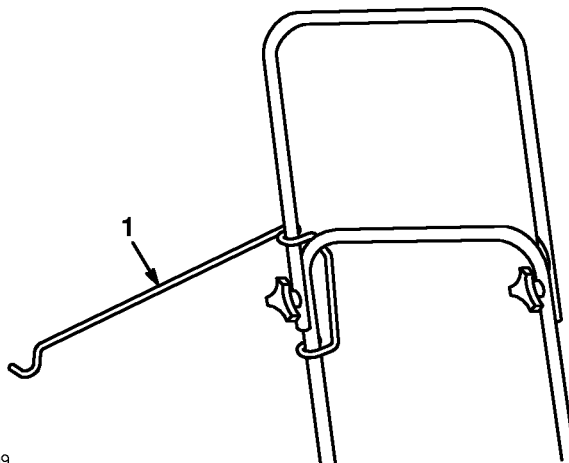

Figure 47
2. Faire passer le sac entre les poignées supérieure et inférieure. Connecter la partie inférieure de la tige au côté droit de la poignée inférieure, sous les boulons et molettes (Fig. 47).